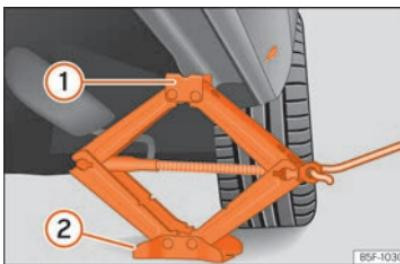

Fig. 38 Larguero: colocación del gato del vehículo.
- Gire la manivela del gato*, situado bajo el punto de apoyo del larguero, para elevarlo hasta que la pestaña ① »» **fig. 38** quede situada bajo el alojamiento previsto.
- Alinee el gato* de modo que la pestaña ① "agarre" en el alojamiento previsto del larguero y la placa base móvil ② quede apoyada en el suelo. La placa base ② debe caer en la vertical respecto al punto de apoyo ①.